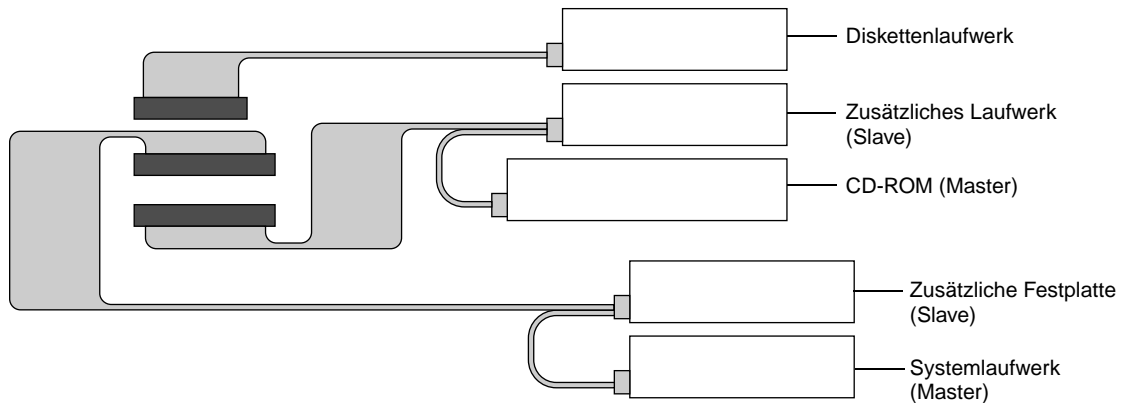
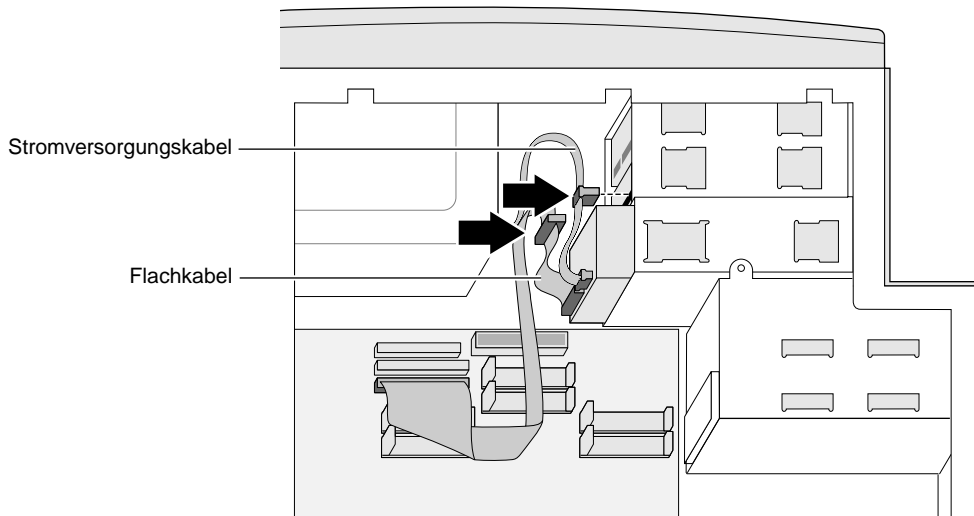
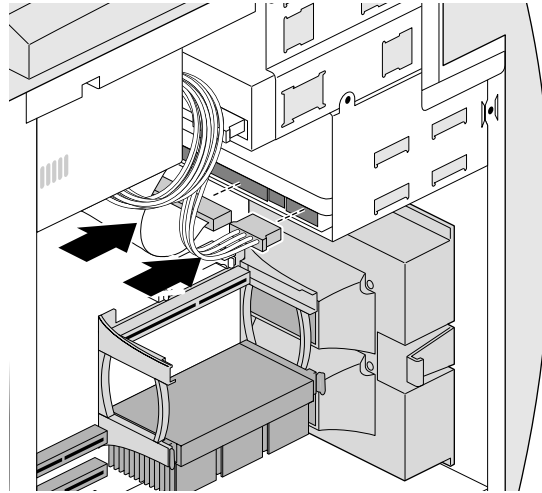

Abbildung 4-1 Konfiguration und Kabelanschlüsse von internen EIDE-Laufwerken
Abbildung 4-6 Verbinden der Kabel mit einem Wechselplatten-Laufwerk
Abbildung 4-14 Anschließen der Kabel an eine interne Festplatte
Weitere Informationen über das richtige Anschließen der Kabel und die Konfiguration von internen EIDE-Laufwerken finden Sie auf Abbildung 4-1.
- Schließen Sie das Stromversorgungs- und das Flachkabel wie in Abbildung 4-6 an. Eine ausführlichere Darstellung der Anschlüsse der Flachkabel für Laufwerke finden Sie auf Abbildung 4-1.
- Überprüfen Sie, ob die Stromversorgungs- und Flachkabel richtig an der Rückseite des Laufwerks angeschlossen sind (siehe Abbildung 4-1).
- Schließen Sie wie in Abbildung 4-14 die Stromversorgungs- und Flachkabel an der Rückseite des Laufwerks (bzw. der Laufwerke) an. Eine ausführlichere Darstellung der Anschlüsse der Flachkabel für Laufwerke finden Sie auf Abbildung 4-1.